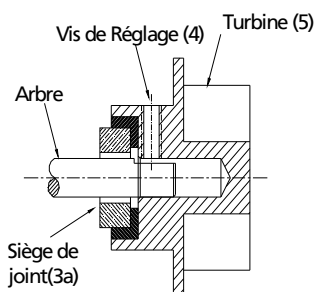

Figure 6
est un joint mécanique, qui consiste en siège du joint (Réf.No.3a) et tête du joint (Réf.No.3b), il demande le remplacement, procéder comme le suivant et référer aux figures 6, 7 et 11.
9. Presser carrément le siège du joint nouveau dans la cavité de la roue. (Voir Figure 6). Si le siège du joint n'est pas pressé carrément dans la cavité, il peut être ajusté en place en poussant sur lui avec un morceau de tuyau. Toujours utiliser un morceau de carton entre le tuyau et le siège du joint pour éviter de gratter le siège du joint. Il s'agit d'une surface rodée et doit être manipulé avec soin